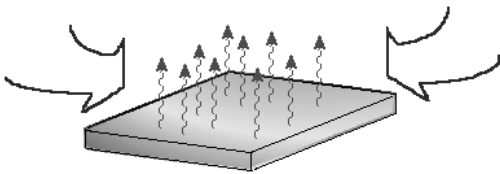

图 8-4 自然对流
(1) 自然对流 在自然对流下，固体表面附近的流体流动是由浮力引起的，浮力是因为流体密度发生变化引起的，而密度的变化又是由于固体与流体之间的温差导致的。将热板放在空气中冷却时，板表面附近的空气微粒变得较热，密度降低，因此会向上移动，如图8-4所示。